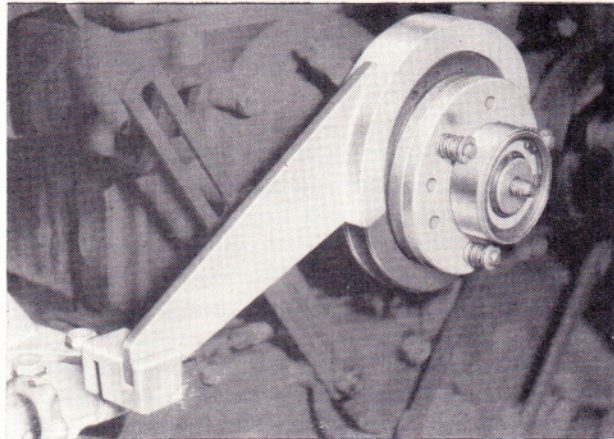

Bild 183
- Wurde der Lichtmaschinenhalter bei der Demontage des Motors mit abgebaut, so ist dieser vor dem Festziehen der Befestigungsmuttern mittels der Montagevorrichtung 27 95424 006 (bei Motoren mit Lüfterschaltkupplung) bzw. 27 95423 005 (bei Motoren ohne Lüfterschaltkupplung) auszurichten (Bild 183).